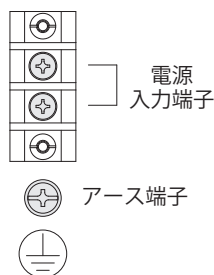

図5 端子台の構成
- 端子ねじ M4、アースねじ M4 にて電源線・アース線を指定の端子へ適正締付トルクにて確実に接続してください。(図 5、6)